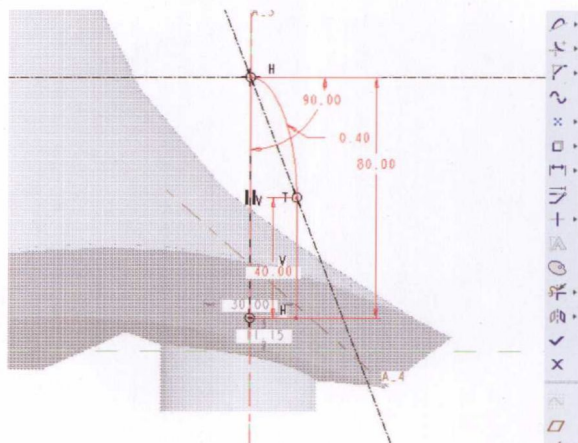

图1-51
(34) 激活组件YINXIANG.ASM，在菜单栏选择“插入”→“元件”→“创建”命令，创建新的零件“xuanniu.prt”。创建好后激活“xuanniu.prt”零件，选择旋转工具，以DTM1基准平面为草绘平面，对齐“zhuoke.prt”零件的最后开的圆孔位置绘制一个直径略小的柱形旋钮。绘制时使用锥形弧工具, 将锥形弧的曲率设置为0.4，将锥形弧角度值设置为90°。草绘参见图1-51。